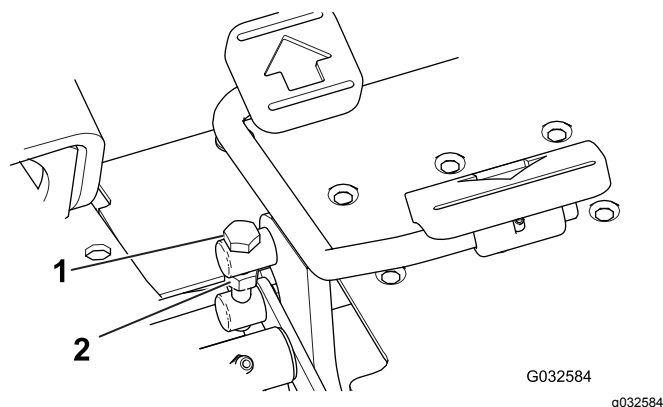

Figure 43
1. Desserrez l'écrou de blocage sur le boulon de tourillon sur le côté de la pédale de déplacement (Figure 43).